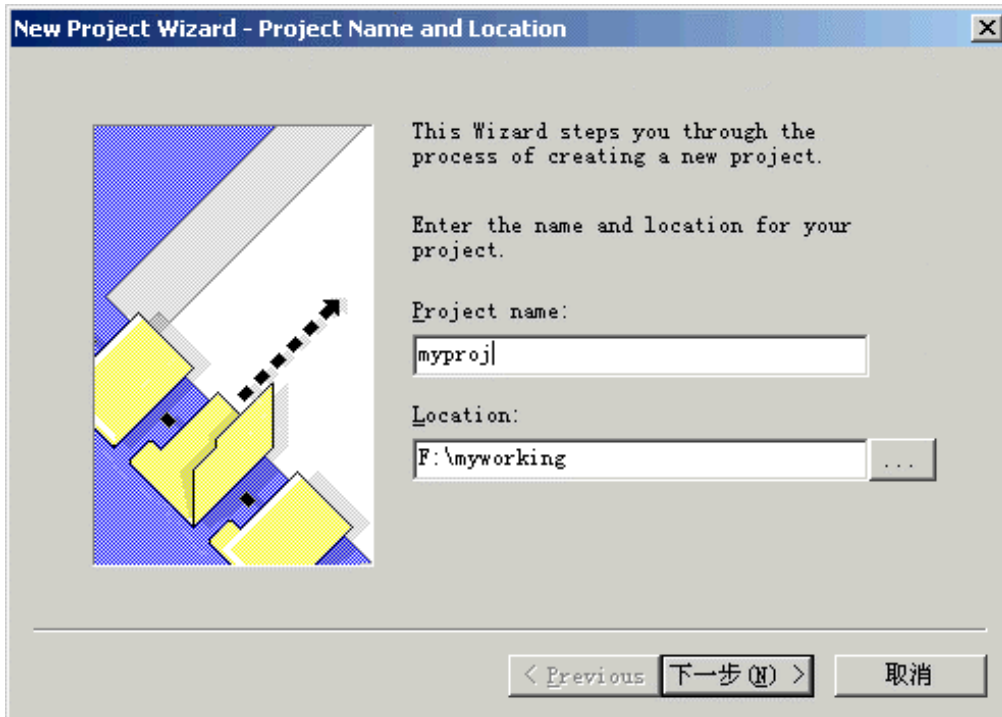

图 2.2
4. 在 Project name 中输入项目名 myproj, 在 Location 中输入 f:\myworking, 点击 Next。如图 2.2 所示